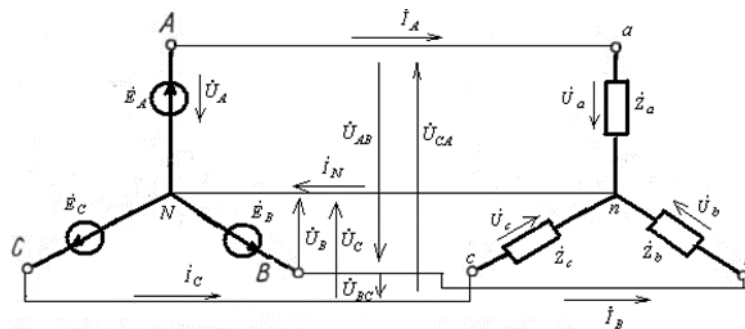

Рис. 5 Соединение источника и приемника по схеме «звезда»
**Вопрос 12.** На рис. 5 представлено соединение источника и приемника по схеме «звезда». Выберите правильные значения фазных напряжений источника: